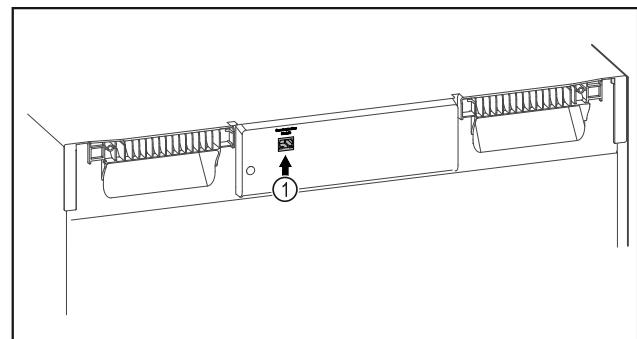

Fig. 101
□ Moduli SmartModule Fig. 101 (1) është vendosur.